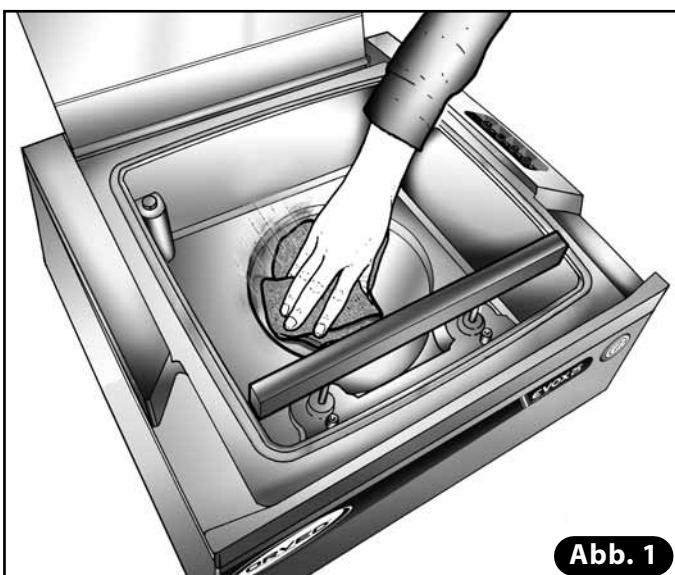

Abb. 1
8.1.3 REINIGUNG DER VAKUUMKAMMER (Abb. 1)